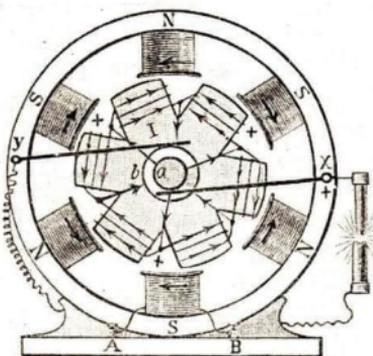
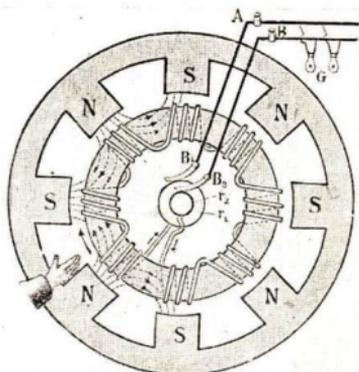

Abb. 386. 6polige Wechselstrommaschine
Abb. 387. Hochfrequenzmaschine
2. Vorgang. Dreht man das Drahtrechteck in Abb. 386 wie angegeben, so entsteht nach der Polregel im rechten Drahtstück CD Strom nach vorn, im linken Drahtstück AB Strom nach hinten, die sich beide
3. Statt eines einzelnen Drahtrechtecks benutzt man in der Technik **Drahtspulen**, die man innerhalb eines Ständers vor einer Reihe von Nord- und Südpolen laufen läßt (Abb. 386).
Spule I (Abb. 386) hat einen Anfang und ein Ende; der Anfang ist mit dem einen Ring a , das Ende mit dem anderen Ring b des Kollektors verbunden. [a wird positiv, b negativ.] Der Techniker hat nur dafür Sorge zu tragen, daß auch die anderen Spulen mit a und b so verbunden werden, daß a ihr positives, b ihr negatives Ende in der augenblicklichen Stellung darstellen.
Statt des Sternankers (Abb. 386) benutzt man häufig auch den Flachringanker (Abb. 387).